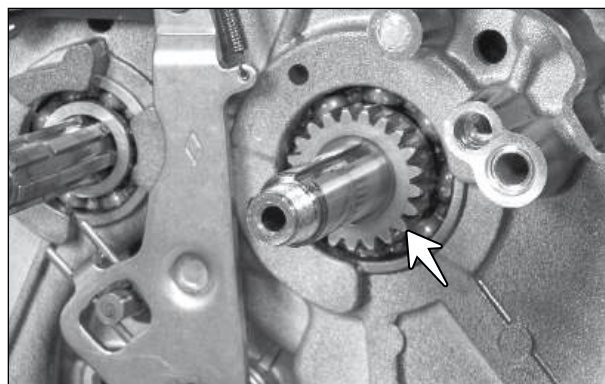

Fig. 3.119
- Remova a engrenagem motora primária (seta) do conjunto da árvore de manivelas. (Fig. 3.119)